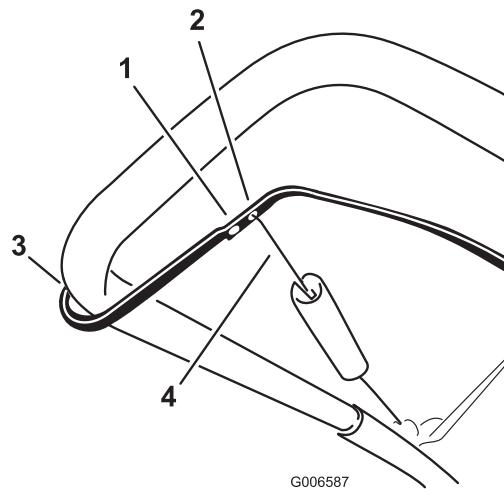

Figure 27
**Remarque:** La courroie d'entraînement s'use et se détend avec le temps. Si la courroie glisse (grincements continus) quand elle est soumise à une lourde charge, décrochez le ressort de la biellette de réglage et placez l'extrémité supérieure du ressort dans le trou le plus éloigné du point de pivot dans la barre de commande (Figure 27). Accrochez ensuite le ressort à la biellette de réglage et ajustez le câble de commande.